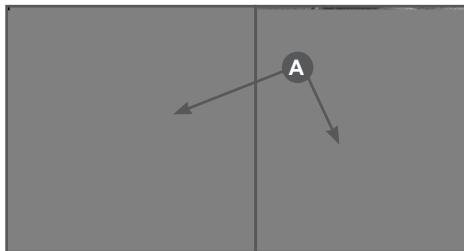

Рис. 2 Проверка наличия смазки
1. Выкрутите болт (A) под блоком редуктора и проверьте наличие смазки (Рис. 2). При необходимости добавьте 50-100 г универсальной смазки (CHAMPION EP-0) (Рис. 15).